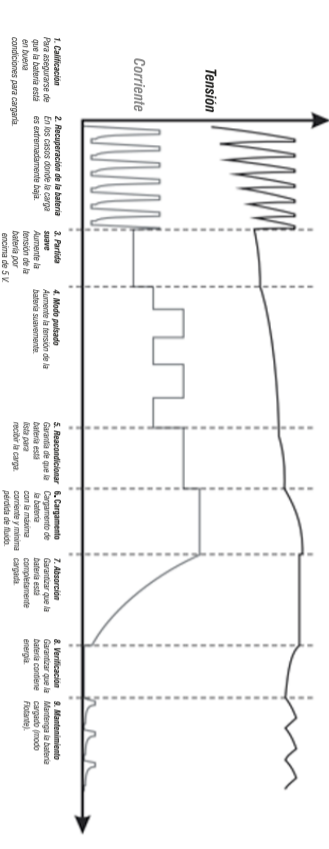

Figura 1 - Pasos para cargar la batería
- Sistema de microprocesador que divide la carga de la batería en 9 pasos (Figura 1). Estos pasos garantizan una mejor calidad en la carga de la batería, asegurando así una mayor vida útil